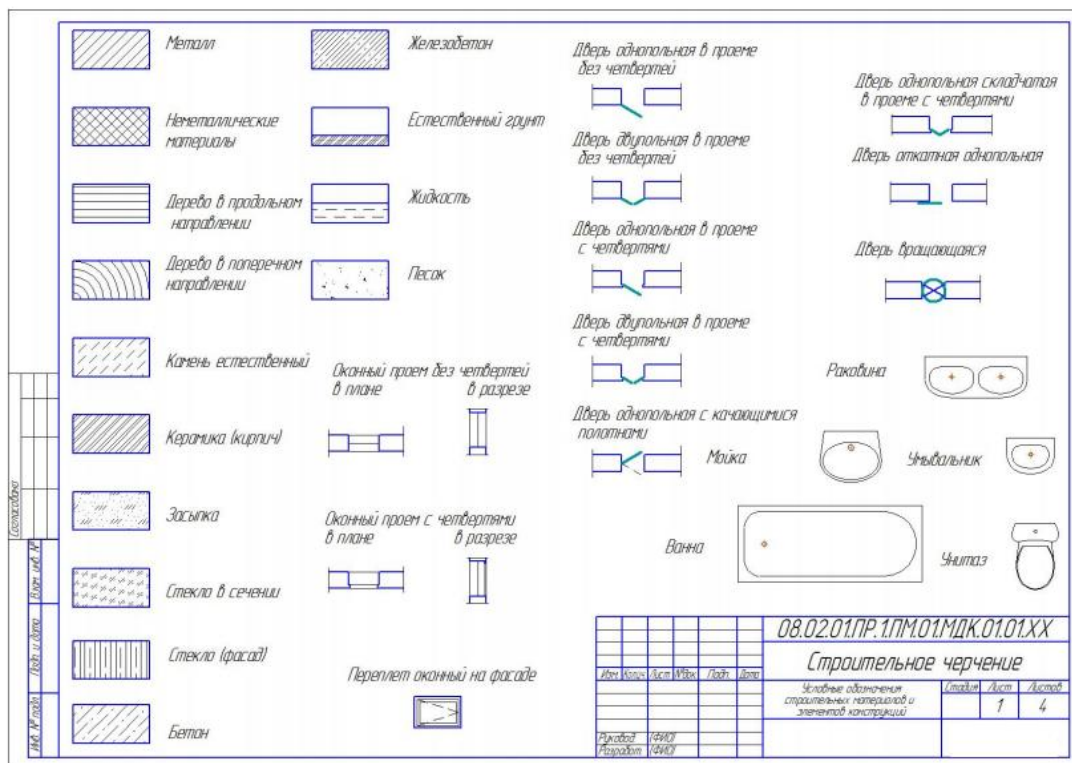

Рис. 78 Пример оформления графической работы
- 2.Данную работу выполнить в табличной форме, рис.78;